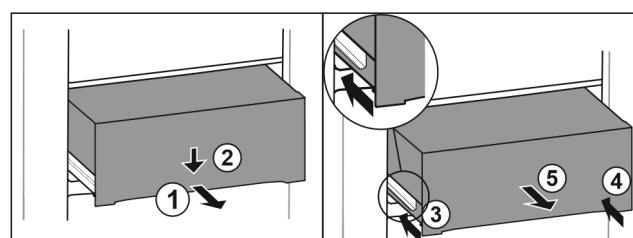

Fig. 99
- Вытяните выдвижной ящик наполовину. Fig. 99 (1)